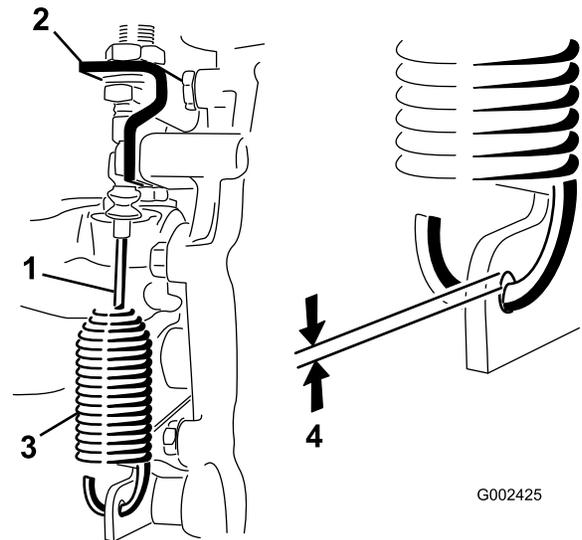

Figura 55
2. Alivie as porcas de segurança que fixam o cabo de bloqueio do diferencial ao suporte na transmissão (Figura 55).